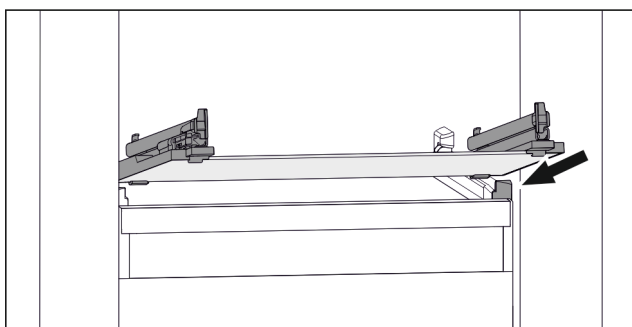

Fig. 107 Eksempel på fremstilling av glassplaten
- Sett glassplaten på skrå bak stopperne. (se Fig. 107)